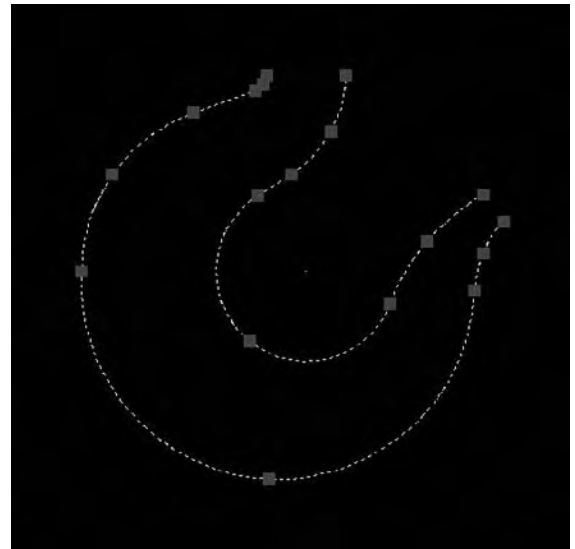

Fig.19.4
- 7 Trace en plan les coupes verticales dans le crochet (fig.19.4).